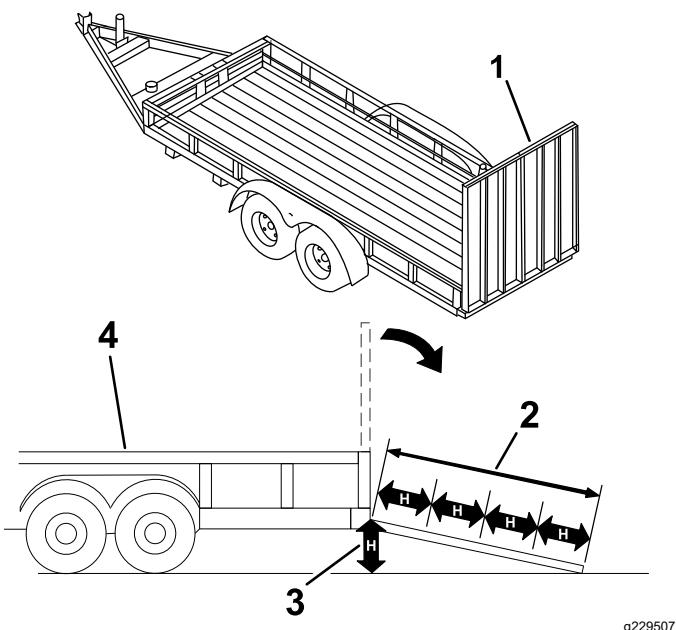

Figura 21
**Cargar o descargar la máquina en/de un remolque o un camión aumenta la posibilidad de vuelco y podría causar lesiones graves o la muerte (Figura 21).**